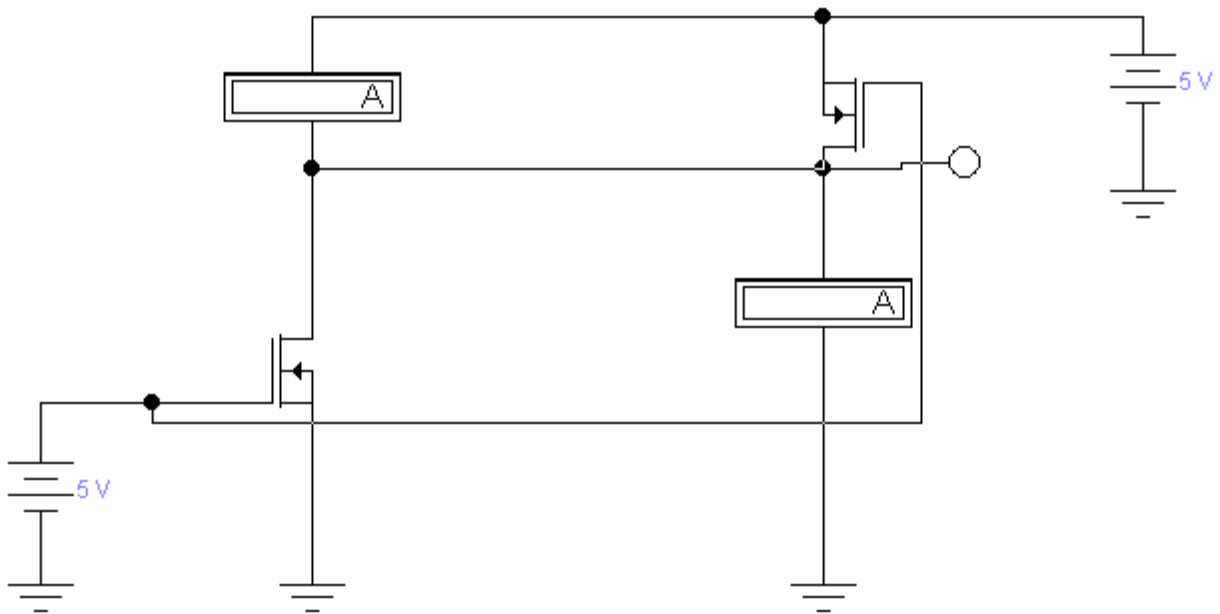

Рисунок 4.59 – Схемне рішення логічного елемента **НІ**
2. Спроекувати схемне рішення логічного елемента **НІ** (рис. 4.59) [16]